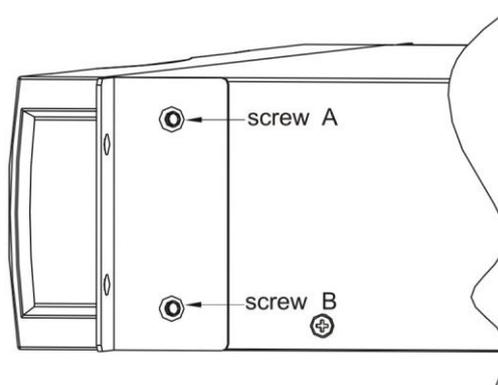

Fig 10 Assemblaggio installazione staffe Cabinet
- ③ avvitare le due viti M4 descritte in Fig 10 (simmetriche su entrambi i lati,per un totale di quattro).